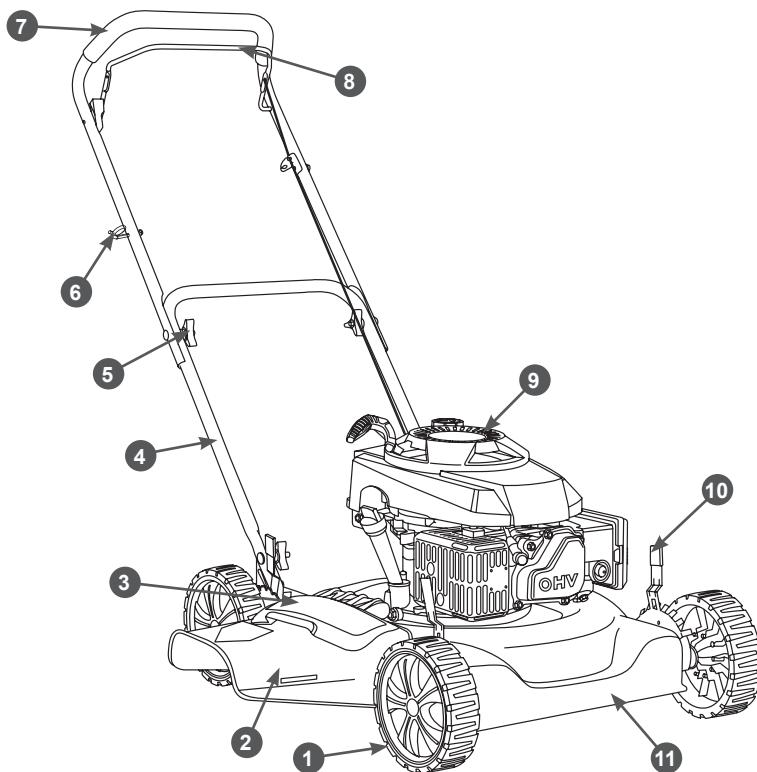
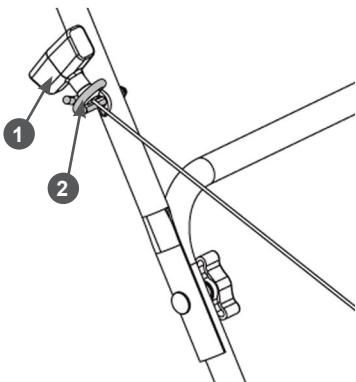

Рис. 1 Основные узлы и органы управления газонокосилки
Рис. 7 Крепление ручки стартера на рукоятке
Расположение основных узлов и органов управления показано на Рис. 1, 2.
- Закрепите ручку стартера на кронштейне 6 (Рис. 1). Для этого нажмите рычаг 8 остановки двигателя (Рис. 1) и медленно потяните за ручку стартера, чтобы вытянуть шнур из корпуса стартера на требуемую длину. Затем пропустите шнур стартера через витки кронштейна и отпустите ручку стартера. Ручка стартера должна зафиксироваться на кронштейне, как показано на Рис. 7.